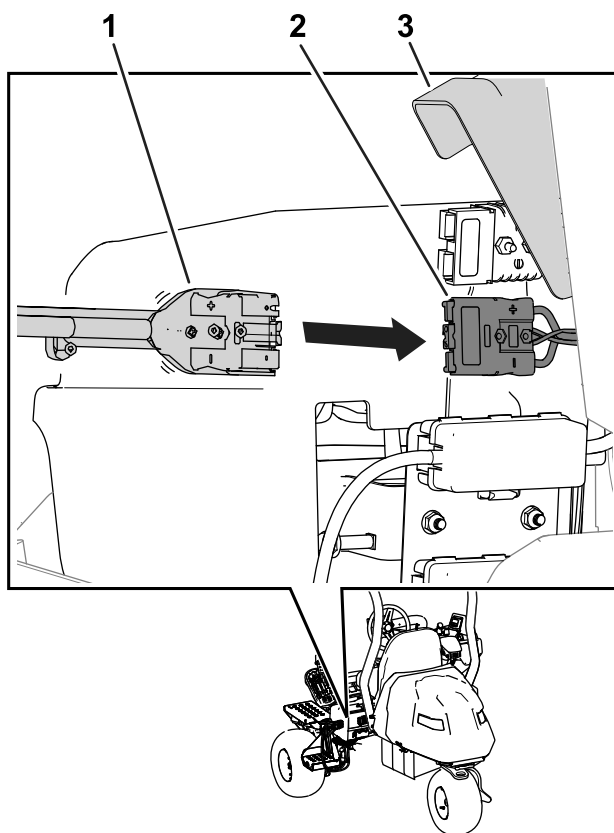

図 36
7. コネクタカバーを持ち上げ、充電器の出力コネクタを機械の充電コネクタに接続する (図 36)。